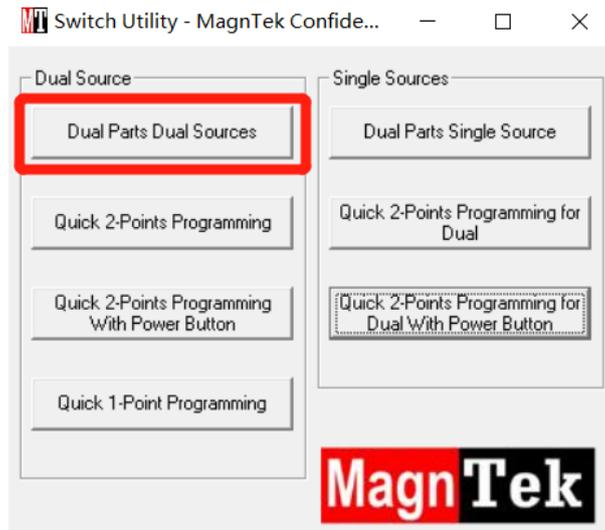

图 5.2.1 编程模式选择界面
- 进入软件安装目录找到“PB006 Programmer.exe”文件，双击打开软件，进入编程模式选择界面，如下图 5.2.1